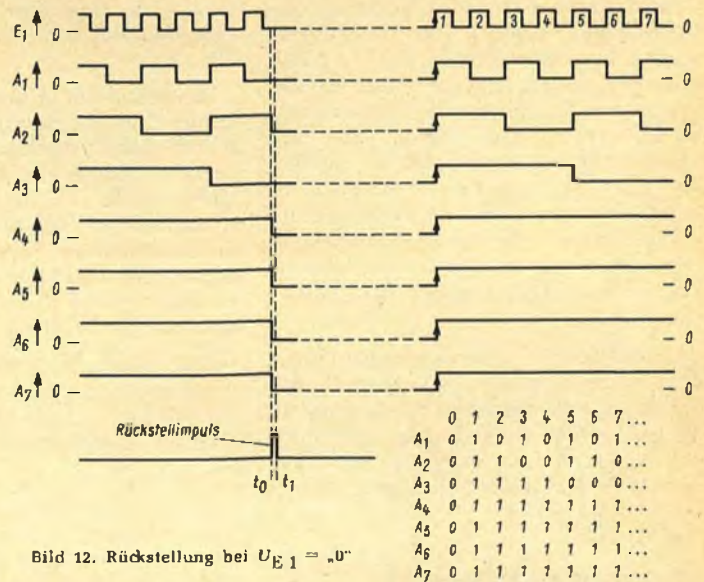

Bild 12. Rückstellung bei  $U_{E1} = „0“$
1.  $U_{E1} = „0“$  (Bild 12)
In Bild 12 sieht man ein Beispiel, bei dem die Rückstellung erfolgte, als  $E_1$  im „0“-Zustand war. Alle Ausgänge, die unmittelbar vor dem Rückstellimpuls die Lage „1“ hatten, kippen in die Lage „0“ und behalten diese Lage nach dem Rückstellimpuls bei. Der nächste Eingangsimpuls an  $E_1$  kippt alle Ausgänge in die Lage „1“, was einer Vorbereitungs-lage des Zählers (Preset) entspricht. Erst der zweite Impuls wird gezählt. In der Wahrheitstabelle von Bild 12 sind diese Zustände zu sehen. Man sieht, daß der Zähler  $(n-1)$  zählt.